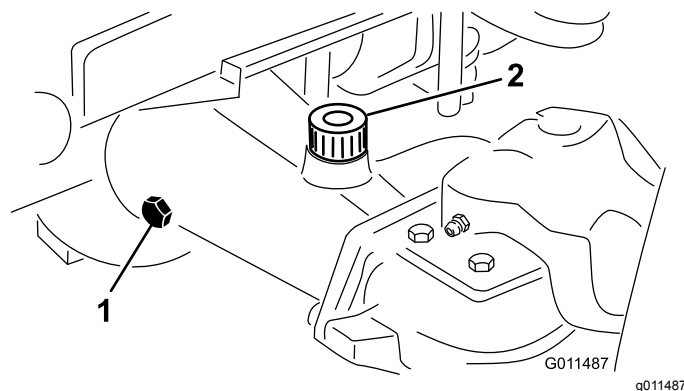

Figura 16
2. Retire o tampão de verificação que se encontra numa das extremidades do eixo (Figura 16) e certifique-se de que existe lubrificante até ao fundo do orifício. Se o nível estiver baixo, retire o tampão de enchimento (Figura 16) e adicione lubrificante suficiente para o nível de lubrificante subir até ao fundo do orifício do tampão de verificação.